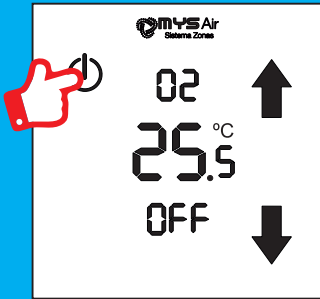

Fig. 1
Para encender o apagar el termostato, pulsar el icono  que aparece en pantalla (Fig. 1).
- 1) Con el termostato APAGADO, mantener pulsado el icono **OFF** de la pantalla (Fig.1) hasta que aparezca en pantalla "00" parpadeando y el icono **CO** en la parte inferior de la pantalla.